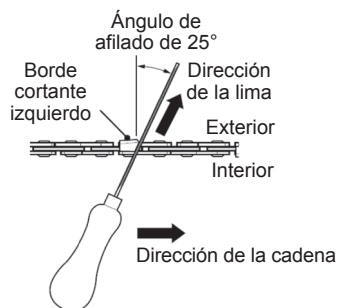

Fig. 45
5. Lime con un ángulo perpendicular a la barra y con un ángulo de 25° con respecto a la dirección de desplazamiento (Fig. 45).